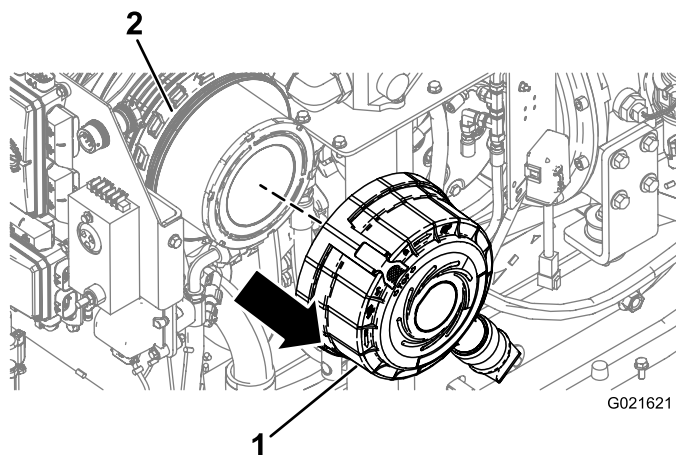

Figura 116
7. Separe la tapa del limpiador de aire de la carcasa del filtro y retire la tapa (Figura 116).
3. Alinee la tapa del filtro del limpiador de aire con la carcasa del filtro (Figura 116).